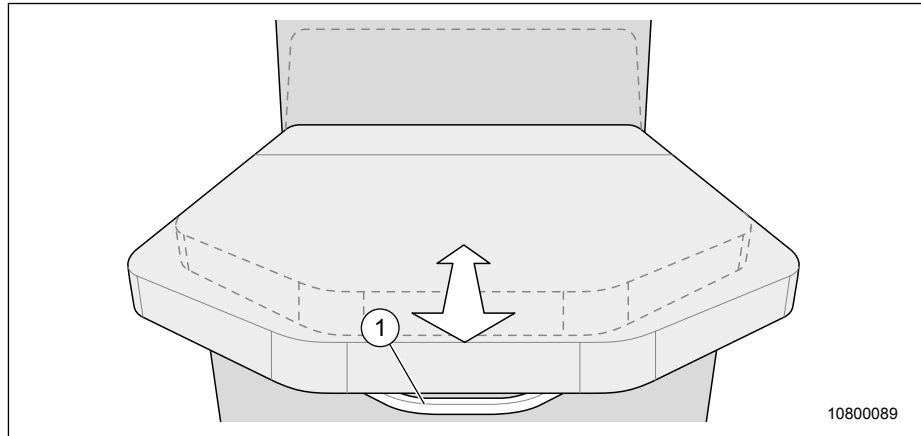

Fig. 59 Lit arrière (lit central)
- Soulever le lit central avec la poignée (Fig. 59, pos. 1) et le tirer vers l'avant ou le rentrer pour amener la tête de lit en position souhaitée.